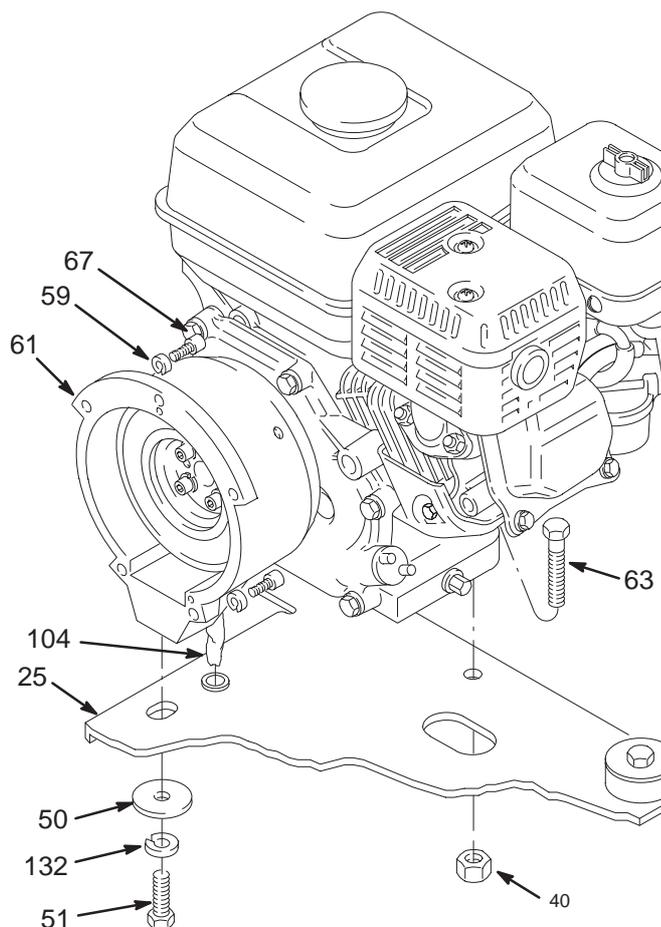

Fig. 38
1. Trabajando debajo de la placa de montaje (25) del carro, retirar el tornillo (51), la arandela de seguridad (132) y la arandela (50) que sujetan el cárter del embrague (61) al carro. Véase la Fig. 38.
2. Trabajando aún bajo la placa de montaje, retirar las dos tuercas de bloqueo (40) y después extraer los tornillos (63) de la base del motor. Desconectar el cable rojo del terminal del motor (A). Desconectar los cables negro y blanco (58) del campo. Tirar de los cables cuidadosamente a través de los anillos protectores (24) antes de retirar el motor. Véase las Fig. 38 y 39.